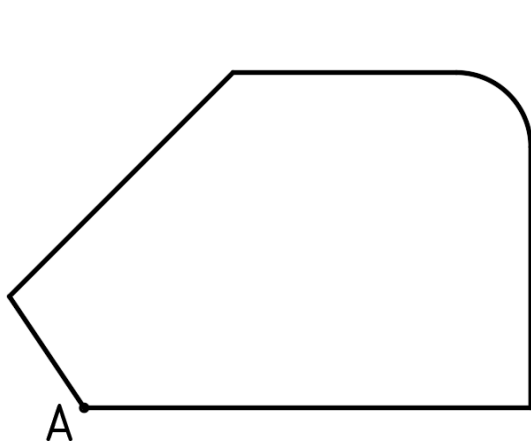

Рис. 70
1. В слое **Контур** командой **Отрезок** выполните внешний контур (рис. 70).